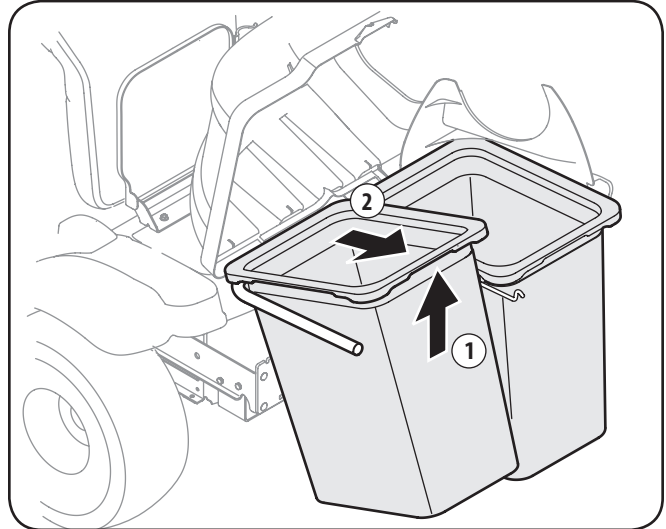

Figura 5-2
3. Retire el césped mediante el levantamiento de estas bolsas de hasta (1 en la Figura 5-2) y moviendo las bolsas fuera de la bolsa el apoyo de montaje (2).